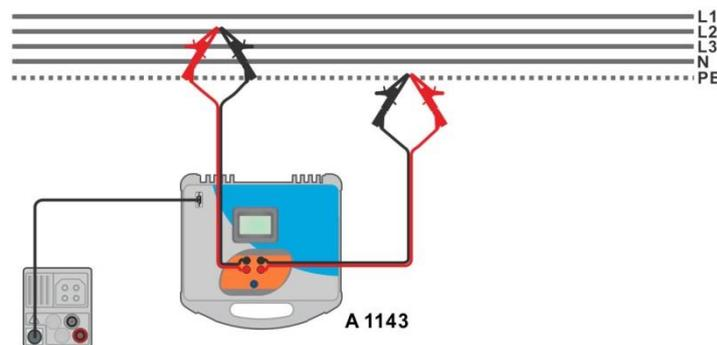
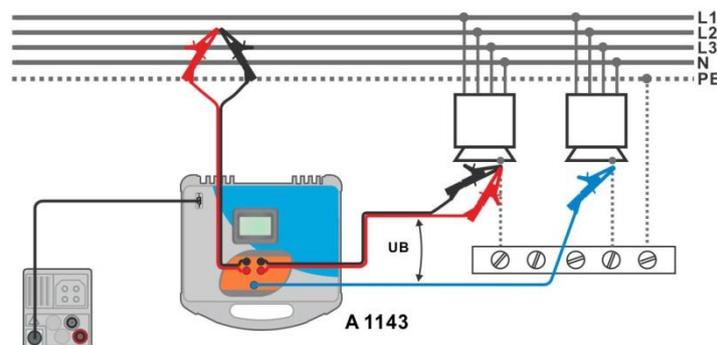

Abbildung 7.35: Hochpräzise Messung der Schleifenimpedanz - Anschluss des A 1143
Abbildung 7.36: Berührungsspannungsmessung - Anschluss des A 1143
- › Schließen Sie die Prüfleitungen am Prüfling an, siehe **Abbildung 7.35** und **Abbildung 7.36**.